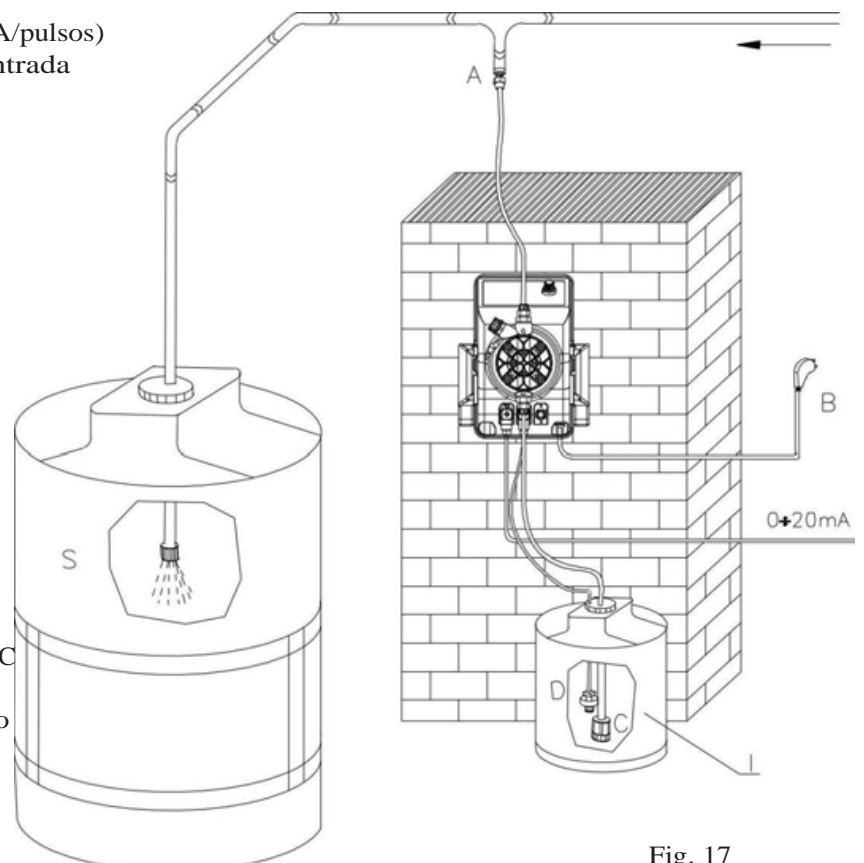

Fig. 17
8.2 - INSTALAÇÃO TÍPICA (Fig. 17)